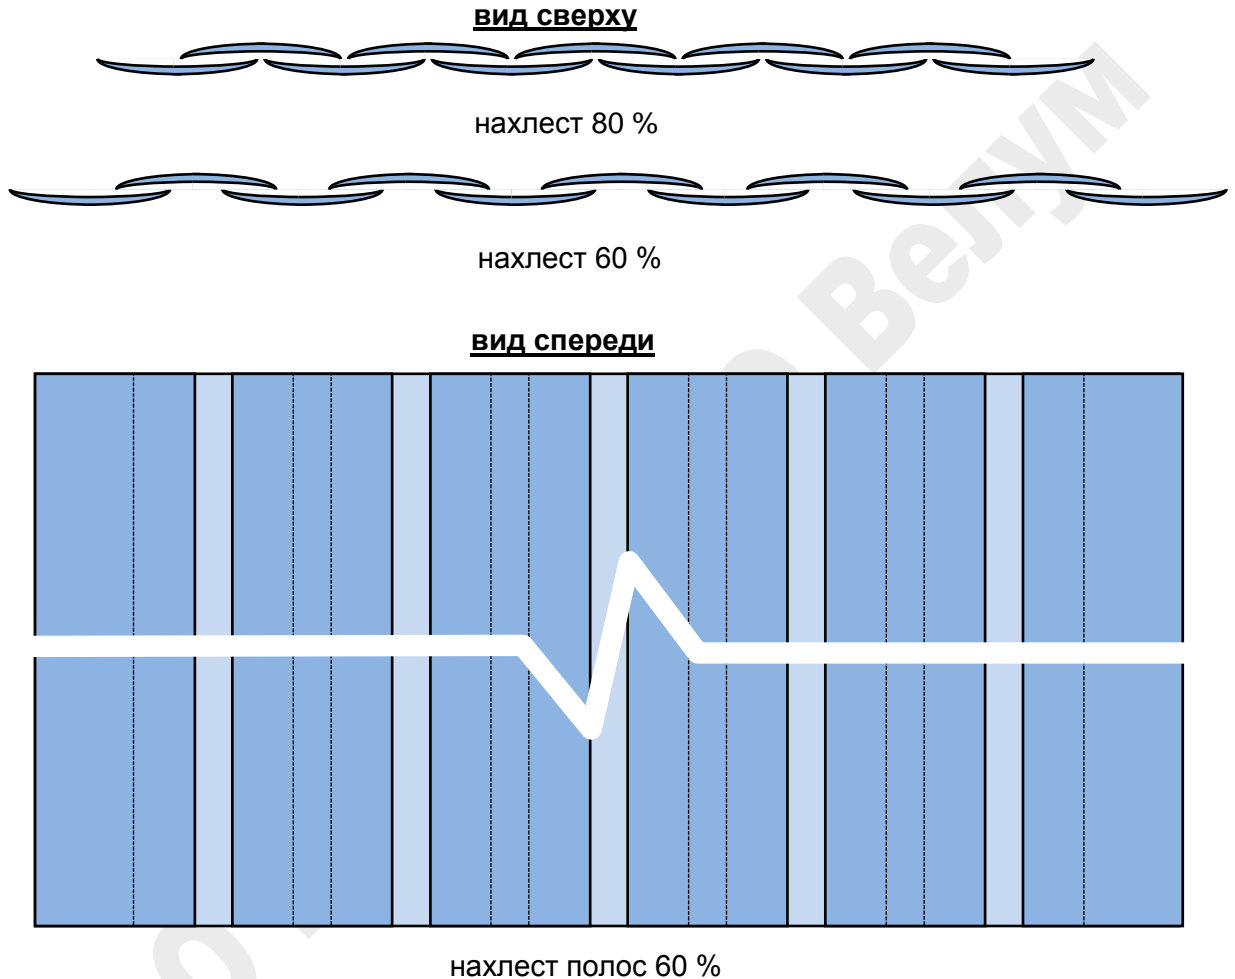

рис.7
2.7 Полосы имеют слегка изогнутый профиль и устанавливаются навстречу друг другу согласно *рис.7*.